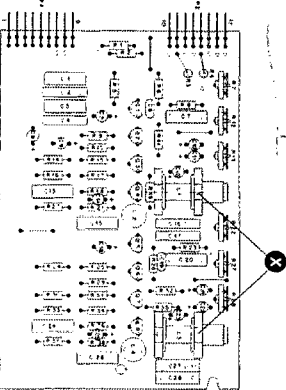

Fig. 6.4-9
- NF-Millivoltmeter an Messpunkt (X) des jeweiligen Aufnahmekanals anschliessen (Fig. 6.4-9), siehe auch Schaltbild 1.177.230.
- Connect millivoltmeter to the test point (X) of the respective recording channel (fig. 6.4-9). Refer to circuit diagram 1.177.230.
- Branchez un millivoltmètre BF au point de mesure (X) de chaque canal d'enregistrement (fig. 6.4-9); voyez également le schéma 1.177.230.